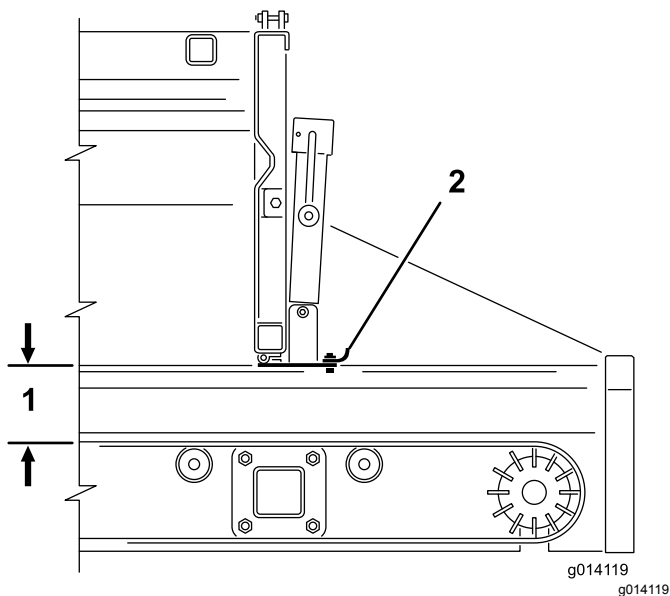

Bild 40
- Öffnen oder schließen Sie den verstellbaren Teil der Heckklappe mit dem Achsständergriff (Bild 39 und Bild 40). Dies schränkt den Materialfluss beim Verwenden einer Option ein.